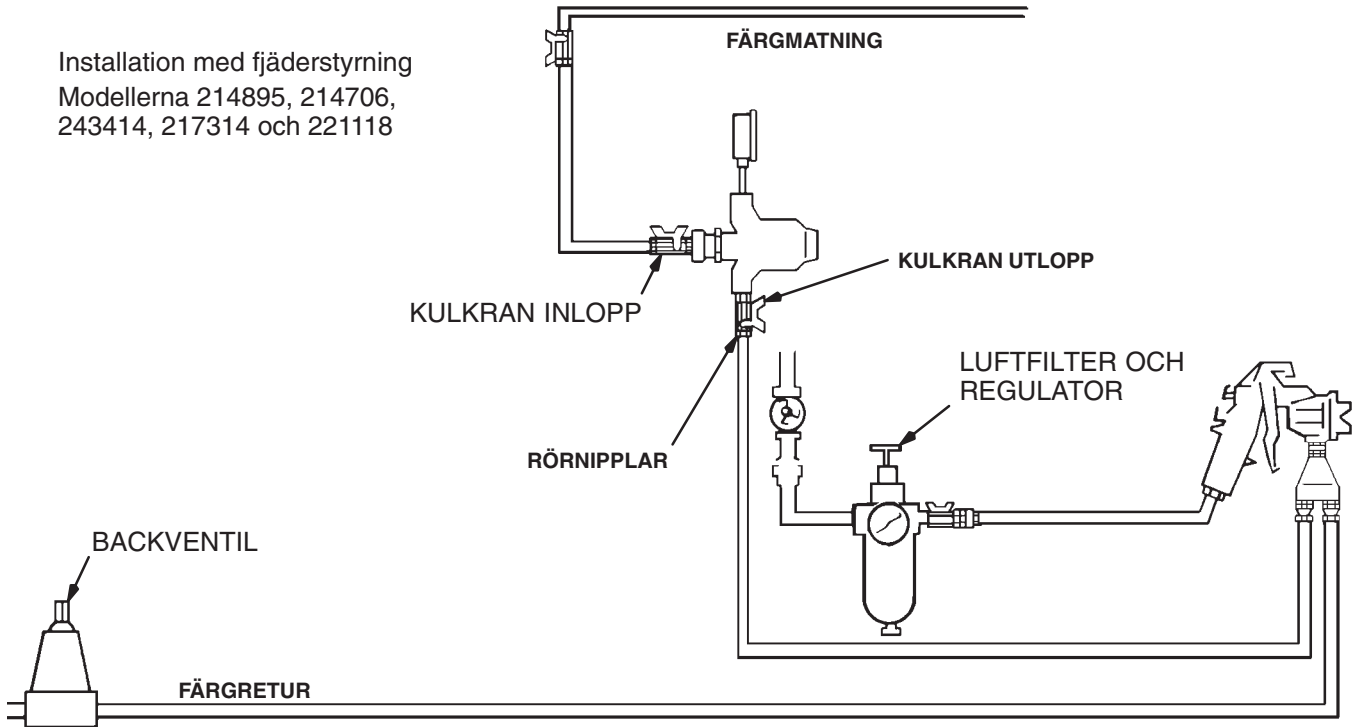

Fig. 1
1. Ta bort röret mellan kranarna och montera en regulator för varje sprutpistol. Regulatorns mått finns i **Måttritning** på sidan 19. Montera regulatorn vertikalt, enligt Fig. 1 och 2, så fås bästa flödet och minsta möjliga pigmentavlagring. Manometern, om sådan används, måste monteras vertikalt. Monteras regulatorn horisontellt, så måste en krök användas så att manometern sätts vertikalt.
2. Stäng regulatortns inloppskran. Se Fig. 1 och 2.
2. Starta pumpen och öppna färgregulatorns inloppskran så att färg kommer in i regulatorn. Se Fig. 1.